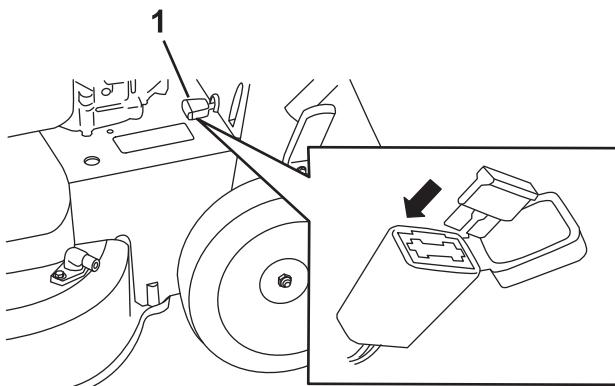

Figura 34
- Abra el portafusibles sellado y cambie el fusible (Figura 34).